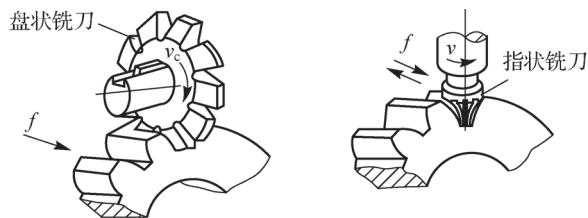

图 1-14 展成法加工
(4) 展成法。展成法也称范成法，是指利用工件和刀具做展成切削运动进行加工的方法。展成法所得被加工表面是切削刃和工件做展成运动过程中所形成的包络面，切削刃形状必须是被加工面的共轭曲线。它所获得的精度取决于切削刃的形状和展成运动的精度等，如图 1-14 所示。